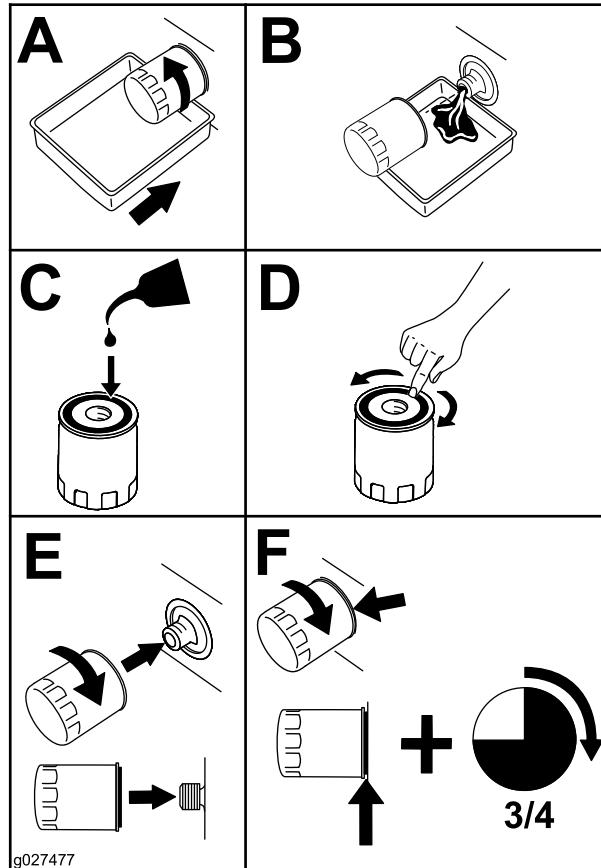

Figure 31
2. Remplacez le filtre à huile moteur (Figure 31).